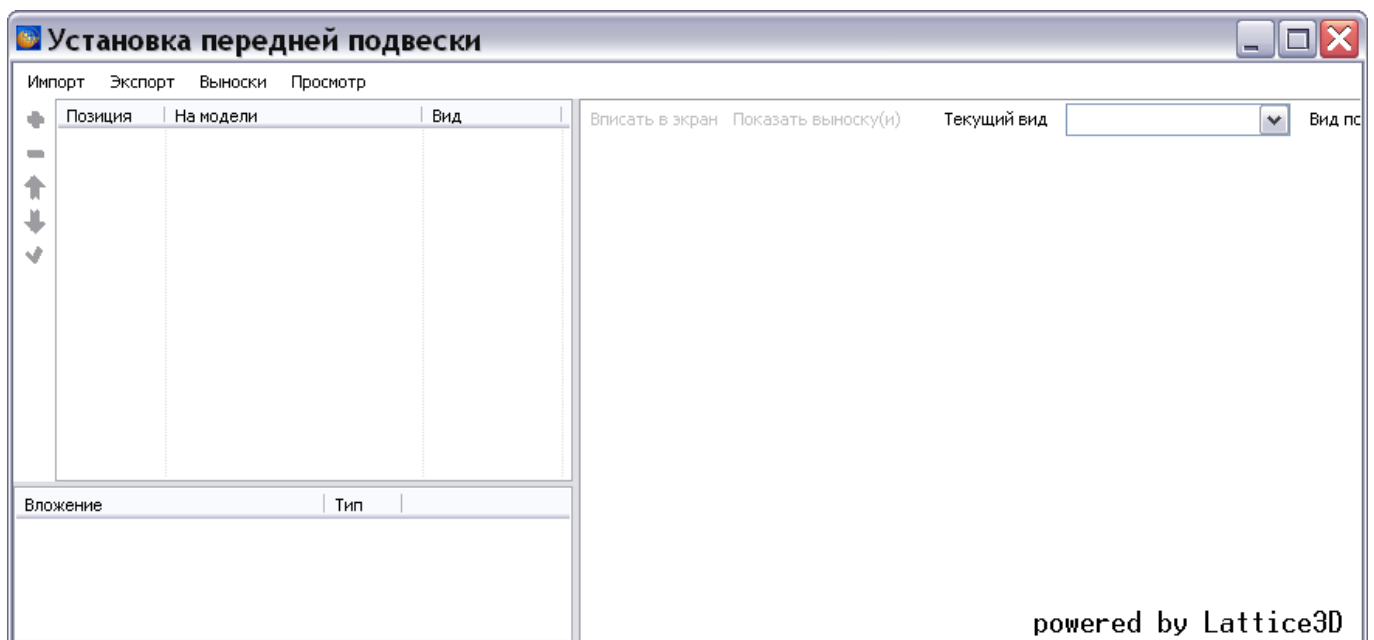

Рисунок 115
2) Выберите тип «XVL модель». После этого появится окно для загрузки 3D модели (рисунок 115).